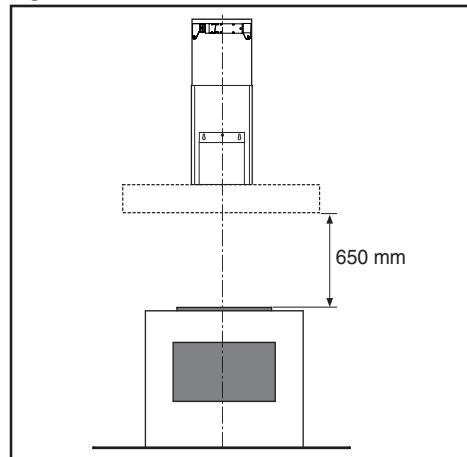
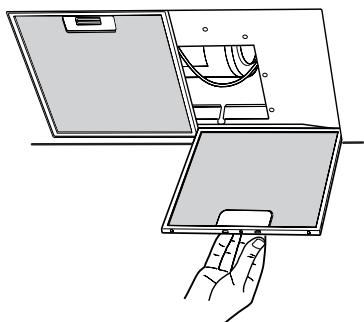

Fig.5
Fig.6
- La distanza minima fra la superficie di supporto dei recipienti di cottura sul dispositivo di cottura e la parte più bassa della cappa da cucina deve essere di almeno 65 cm (Fig.5). Se dovesse essere usato un tubo di connessione composto di due o più parti, la parte superiore deve essere all'esterno di quella inferiore. Non collegare lo scarico della cappa ad un condotto in cui circoli aria calda o utilizzato per evacuare fumi degli apparecchi alimentati da un'energia diversa da quella elettrica. Prima di procedere alle operazioni di montaggio, per una più facile manovrabilità dell'apparecchio disinserire i filtro/i antigrasso (Fig.6).
Per la sostituzione della lampada ad incandescenza, togliere i filtri antigrasso come descritto in (Fig.6) e rimuovere la lampada.